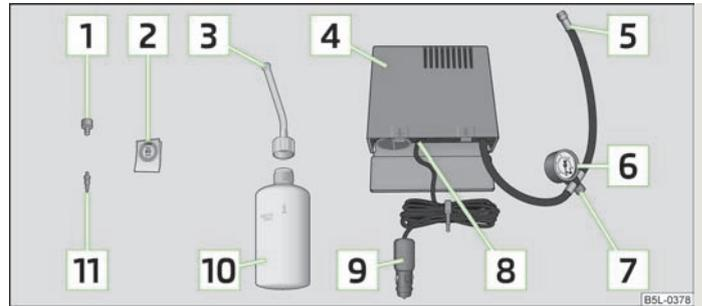

Abb. 162 Bestandteile des Pannensets
- Den Aufkleber **[2]** » Abb. 162 auf die Schalttafel im Sichtfeld des Fahrers kleben.
- Die Reifenfüllflasche **[10]** » Abb. 162 einige Male kräftig hin und her schütteln.
- Den Reifenfüllschlauch **[5]** » Abb. 162 des Luftkompressors fest auf das Reifenventil schrauben.